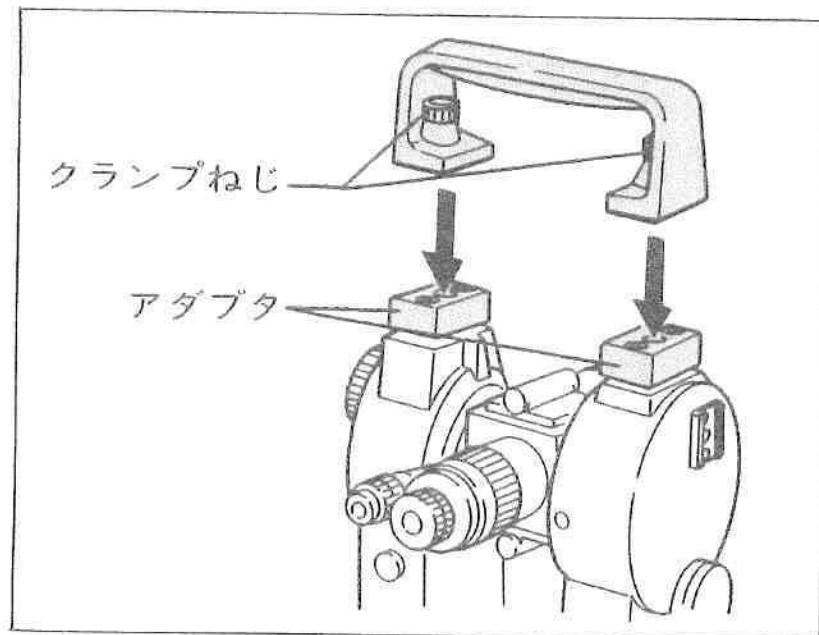

図41
- ①本体上面にある付属品取付け座の化粧ビス（2箇所 計4本）を外します。
- ②キャリングハンドル取付けアダプタを、取付け座のほぼ中央の位置に取り付けます。ハンドルを取り付け、クランプねじで固定します。（図41）